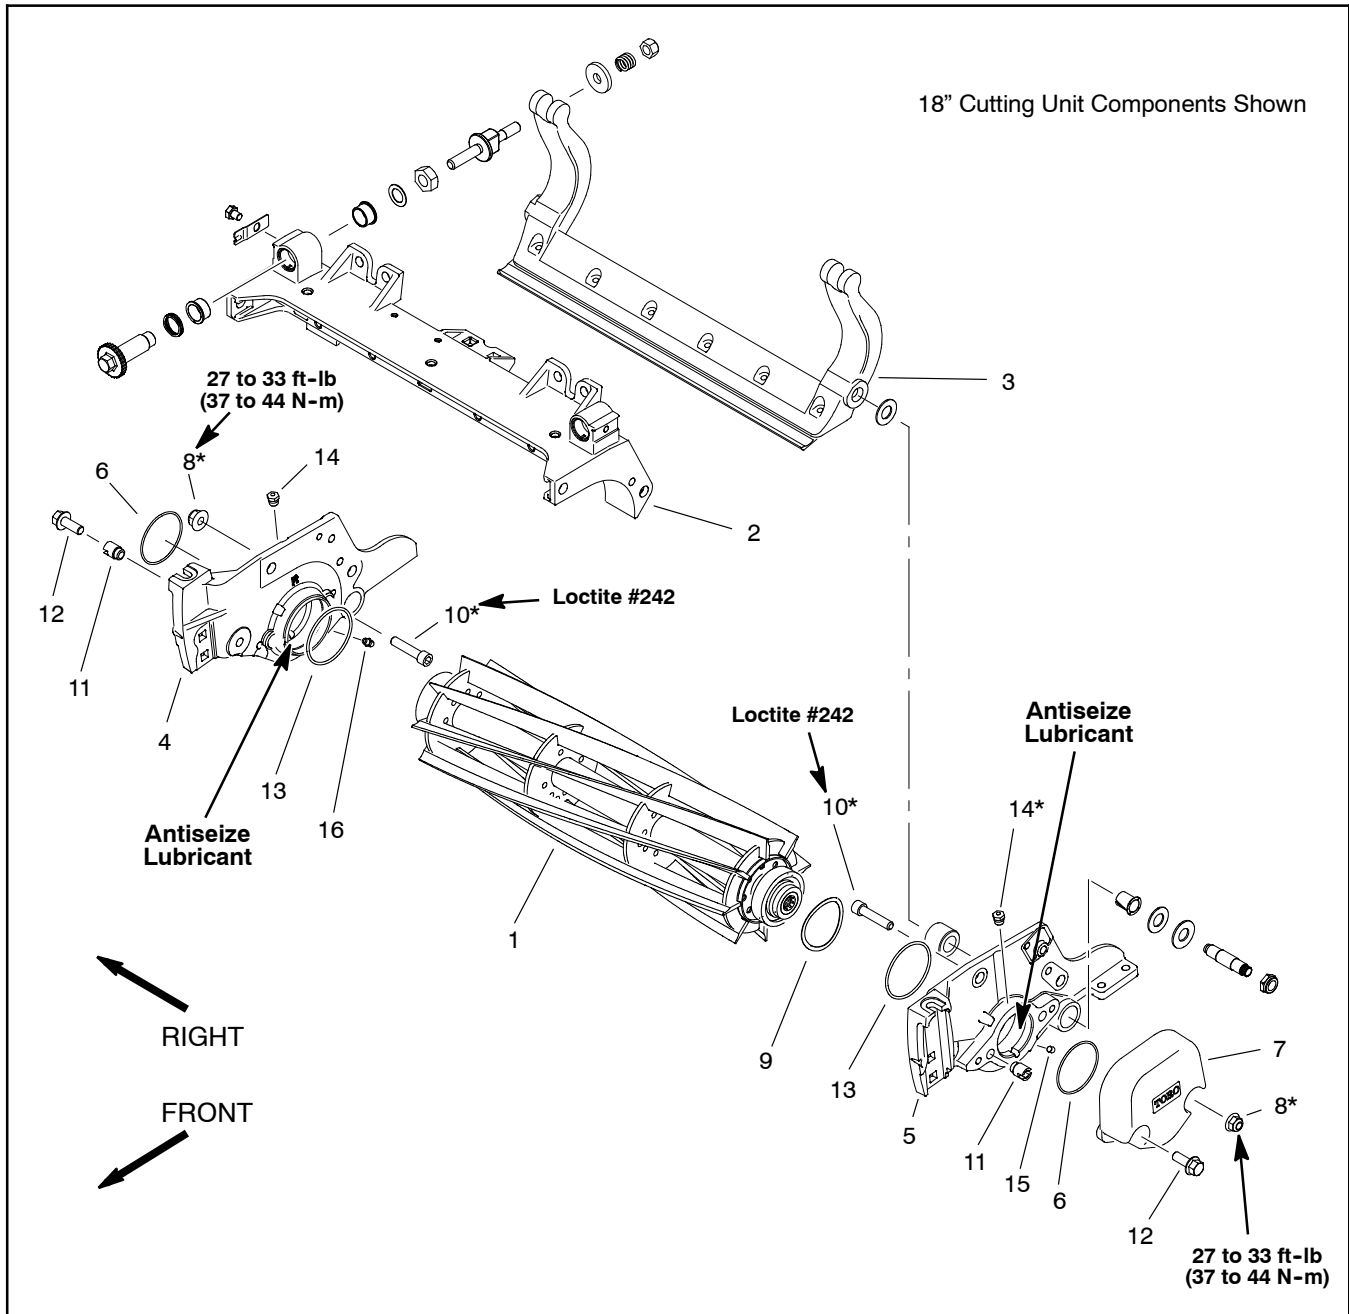

Figure 36
### Removal (Fig. 36 & 37)
- 1. Spline insert (LH)
**Installation (Fig. 36 & 37)**